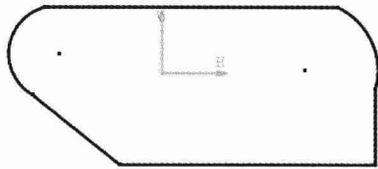

图 1.2 草图轮廓
Step2. 选取 xy 平面作为草绘平面,绘制图 1.2 所示的轮廓。